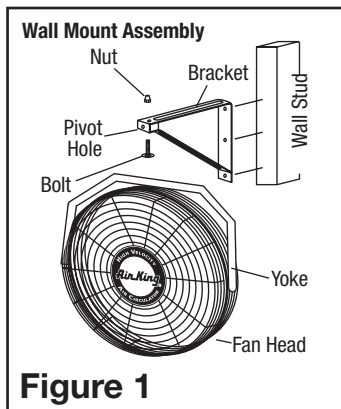
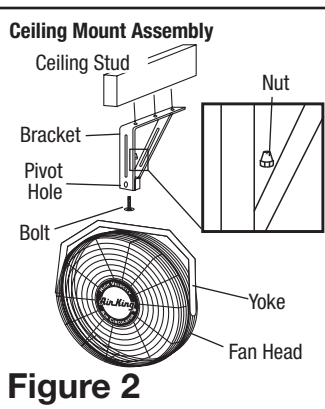

Figure 1
Figure 2
1. Localice el montante de pared o techo más cercano a la ubicación deseada para el Ventilador. Siguiendo el diagrama de montaje apropiado, una la Ménsula al montante, usando tres (3) Tornillos de Retraso de 5/16" de diámetro x 2" de longitud (no proporcionados) o Pernos y Tuercas de tamaño apropiado si se lo monta a vigas "I".
2. Inserte el Perno a través de la Horqueta, Soporte, Orificio de Giro, Arandela Plana y dentro de la Tuerca (Figure 1) o (Figure 2).